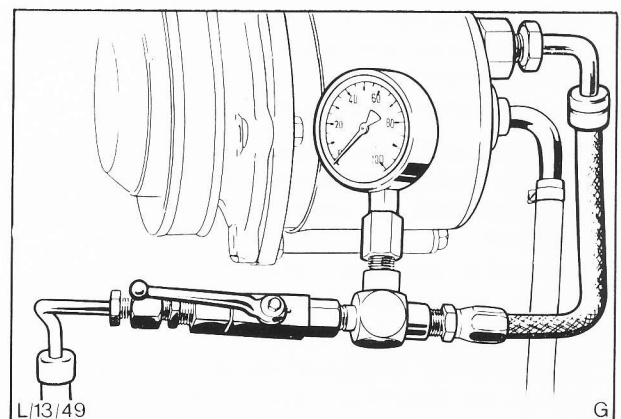

Abb. 48 Druckprüfung – Steuerventil
- a) Drucktestgerät, siehe Abb. 48, wie in Arbeitsposition 13 413 1 beschrieben, anschließen.